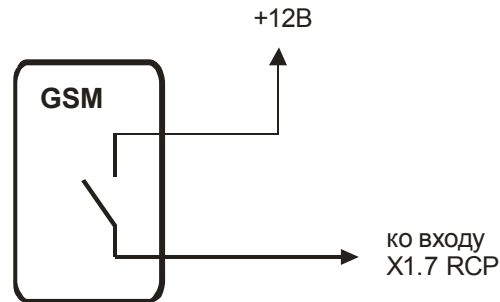

Рисунок 9
- Некоторые GSM-модули могут управлять дополнительным устройством посредством встроенного в блок реле. Схема согласования таких GSM-модулей и RCP показана на рис.9